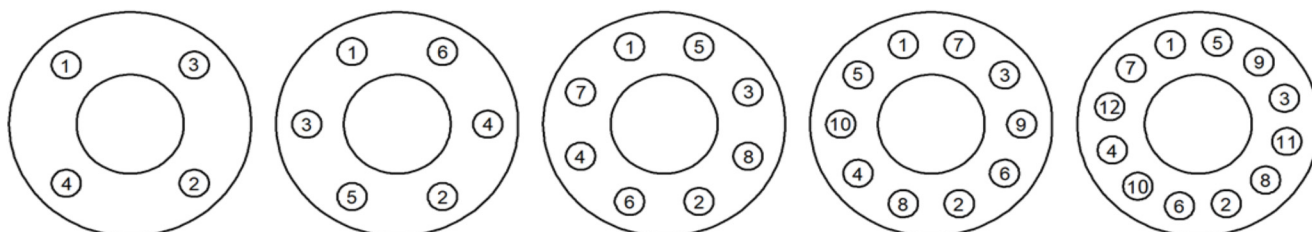

Fig. 2 Séquence de serrage
- ◆ Desserrer l'écrou (1) et dévisser complètement les boulons (3).
- ◆ Sévisser complètement les boulons (4) en maintenant la tige verrouillée (2)
- ◆ Séparer le bonnet (5) du corps de la vanne (6).
- ◆ Enlever la tige (2) complète de l'obturateur supérieur (9) du bonnet (5).
- ◆ Dévisser les sièges (7) et (8) en utilisant les clés appropriées
- ◆ Retirer l'obturateur inférieur (10)
- ◆ Le cas échéant, remplacer les sièges (7) et (8)
- ◆ Insérez le nouvel obturateur dans le bonnet (5) et lubrifier la tige avec de l'huile au silicone.
- ◆ Toujours remplacer le joint du corps (11) en nettoyant soigneusement les surfaces d'appui.
- ◆ Serrer les écrous (3) d'une manière progressive et en séquence croisée, comme indiqué dans l'exemple de la Fig.2 paragraphe 2.01 en appliquant les couples indiqués au chapitre 5
- ◆ Enlever la tige (2) complète des obturateurs (9) et (10) du bonnet (5).
- ◆ Dévisser et remplacer les sièges (7) et (8) en utilisant les clés appropriées
- ◆ Insérez le nouvel groupe obturateurs dans le bonnet (5) et lubrifier la tige avec de l'huile au silicone.
- ⚠ **ATTENTION!!! La rotation des tiges (2) et (14) entraînerait la rupture du soufflet (12)**
- ◆ Séparer le bonnet (5) du corps de vanne (6).
- ◆ Séparer l'obturateur (9) de la tige (13) en retirant la goupille situé sur la tige (14) en la dévissant
- ◆ Si nécessaire, remplacer le soufflet (12) et le joint (15) en dévissant le corps (16)
- ⚠ **Attention !!! Le corps (16), la tige (2) et le soufflet (12) constituent un seul composant indivisible**
- ◆ Toujours remplacer les joints du corps (11) en nettoyant soigneusement les surfaces d'appui.
- ◆ Dévisser complètement les boulons (4) en maintenant les tiges (2) et (9) verrouillées (9)
- ⚠ **ATTENTION!!! La rotation des tiges (2) et (9) entraînerait la rupture du soufflet (12)**
- ◆ Dévisser le siège (7) en utilisant les clés appropriées
- ◆ Enlever les obturateurs (9) et (10)
- ◆ Si nécessaire, remplacer les sièges (7) et (8)